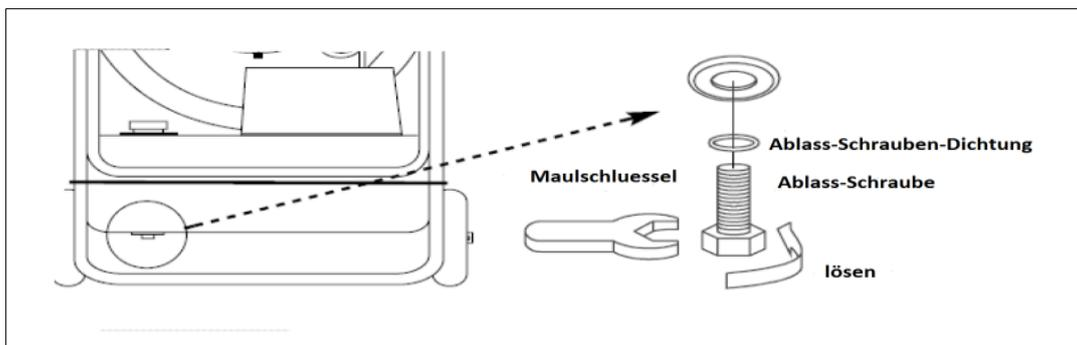

Abb. 17
1. Entfernen Sie den Tankdeckel, und entleeren Sie den Tank, s. Abb. 17.